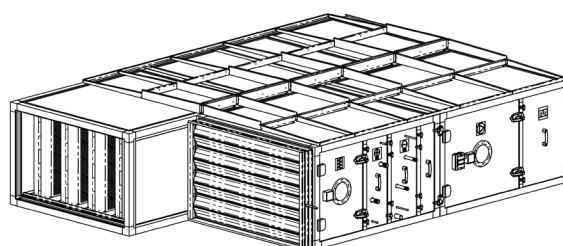

Abbildung 7.2
3. Montieren Sie die andere Seite des Rahmens auf die gleiche Weise wie die erste, in Abbildung 7.2 dargestellt.